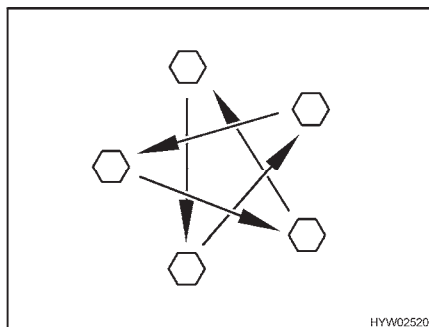

Bild 162 Dra åt hjulmuttrarna eller hjulbultarna korsvis
- Kontrollera regelbundet att hjulmuttrarna eller hjulbultarna är ordentligt åtdragna. Om du har bytt däck ska hjulmuttrarna eller hjulbultarna dras åt på nytt korsvis (Bild 162) efter 5 mils körning.